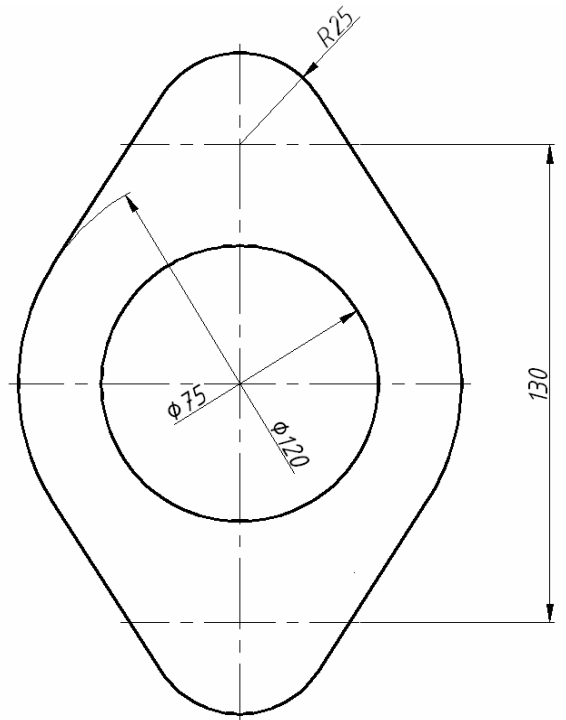
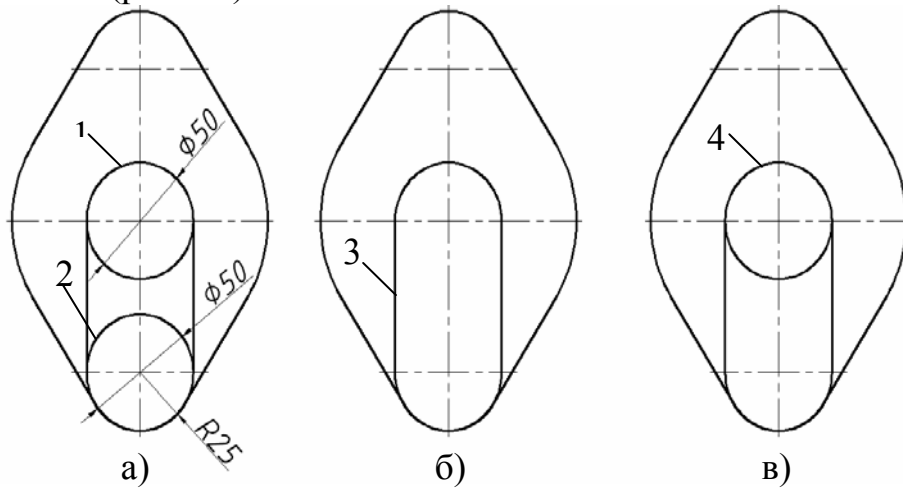

Рис. 33
Рис. 35
- В видовом окне вид «сверху» вычерчиваем плоский контур фланца (рис. 33) по размерам, показанным на рис. 1 и командой **ОБЛАСТЬ (_Region)** объединяем контур в единое целое. Скопируем на свободное место экрана созданный контур, он понадобится для выполнения корпуса.
- В скопированном (см. рис. 33) контуре фланца вместо окружности $\varnothing 75$ рисуем две окружности 1 и 2 $\varnothing 50$ мм и соединяем их касательными отрезками (рис. 35, а).
- Применим команду редактирования **ОБРЕЗАТЬ (_Trim)** для получения контура 3, показанного на (рис. 35, б) и преобразуем его в область.
- В центре контура снова создадим окружность 4 с диаметром 50мм (рис. 35, в).